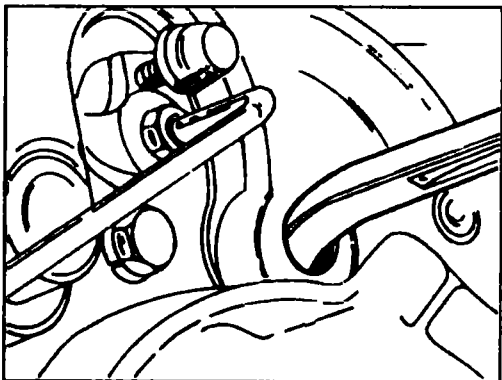
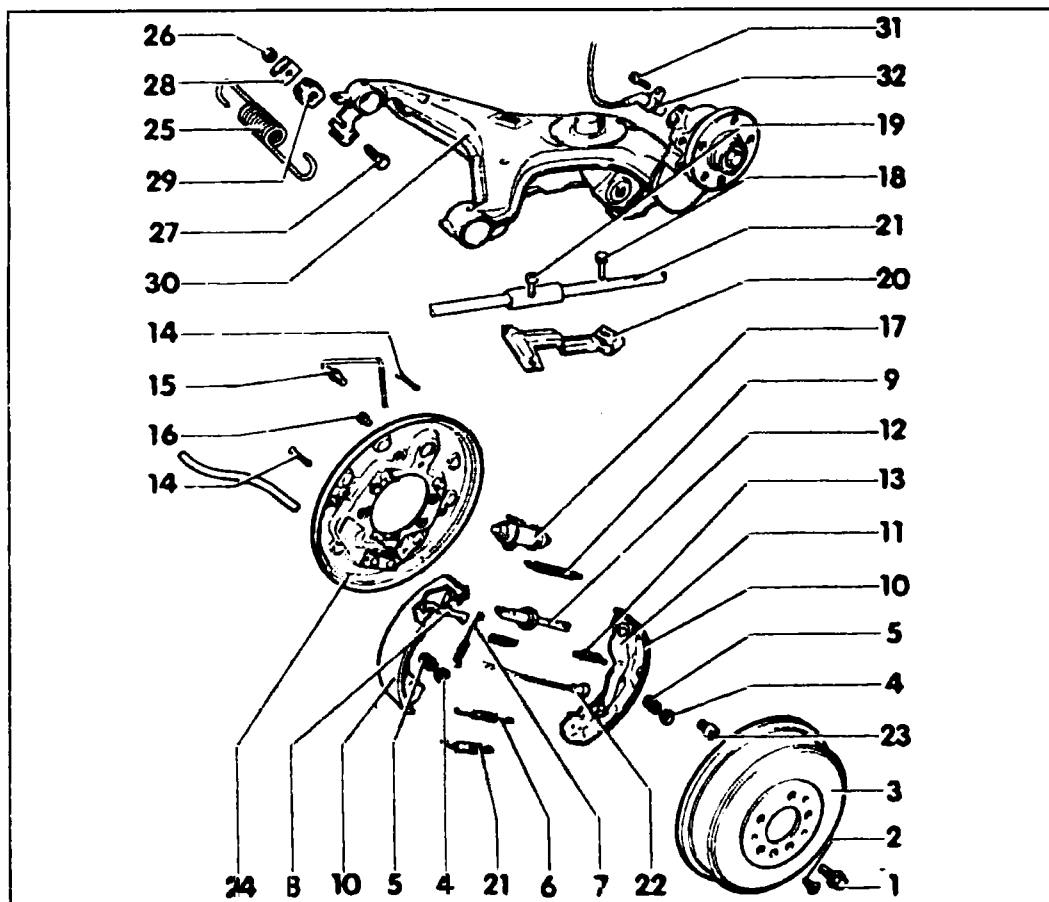

Рис. 9.19 Зубчатое колесо регулятора можно повернуть при помощи отвертки
Рис. 9.20 Барабанный тормоз заднего колеса
◆ Ослабьте саморегулятор тормозных колодок, так как в противном случае, барабан может зависнуть на колодках и его нельзя будет снять. Для этого вставьте отвертку в отверстие, показанное на рис. 9.19, и найдите за щитом тормоза (5) (см. рис. 9.20) зубчатое колесо регулятора (16).
ствий следует воспользоваться рис. 9.20 и произвести следующие операции:
Тормозной щит можно снять после снятия ступицы заднего колеса, тормозных колодок, рабочего цилиндра и отвинчивания четырех болтов, крепящих диск к продольному рычагу (см. рис. 9.20).